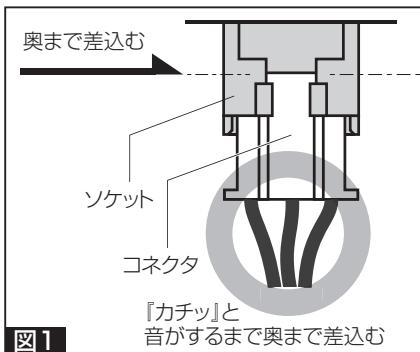
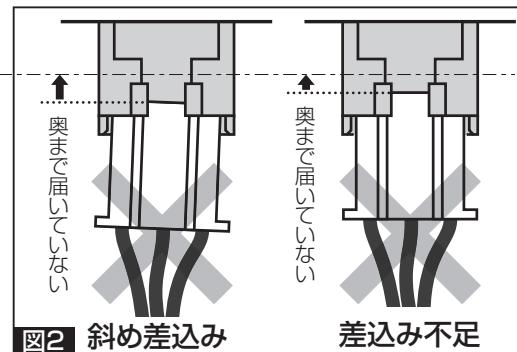

図1
図2 斜め差込み 奥まで届いていない 差込み不足
- コネクタを図1のように、しっかりと奥まで差込む 図2のように、奥まで差込まれていないと、作動しない場合があります。